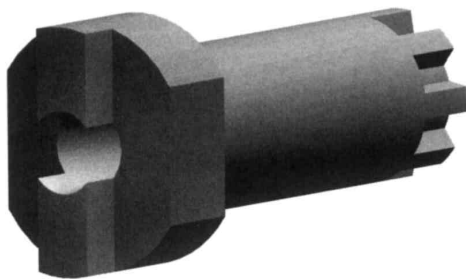

图 7-45
5) 再次运行RENDER命令, 然后点击Render按钮对当前视图进渲染, 渲染结果如图7-45所示。